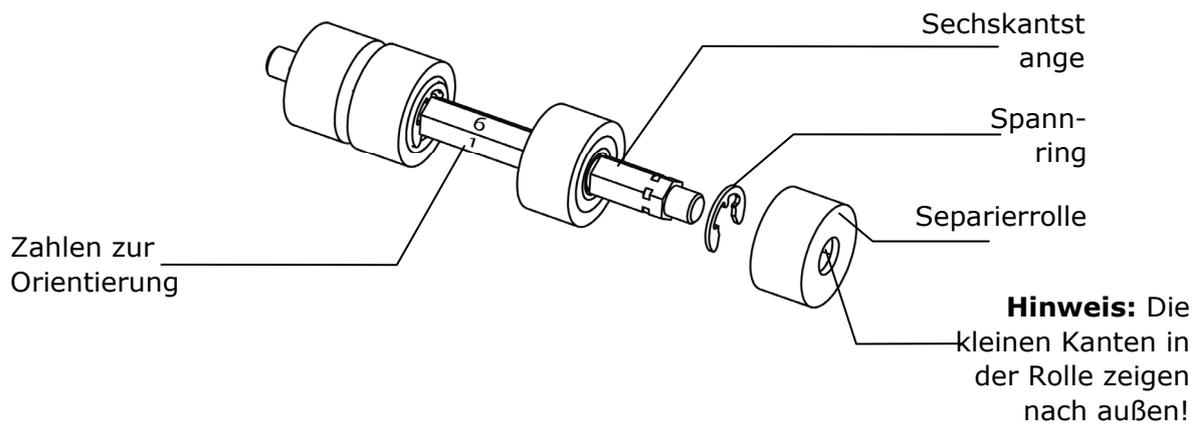

Abbildung 24: Auswechseln oder Ändern der Separierrollen
- Ziehen Sie die äußerste Separierrolle von den einzelnen Sechskantstangen ab (siehe Abbildung 24). Dazu müssen Sie den Klemmring nicht entfernen. Ersetzen Sie die alten Separierrollen durch die neuen Rollen (Ersatzteilnummer für Standardseparierrollen: 4135150X).
Hinweis: Die Separierrollen sind nicht symmetrisch. Beachten Sie, dass die kleinen Kanten in der sechseckigen Öffnung der Grummirolle nach außen zeigen, wenn Sie sie wieder auf die Sechskantstange schieben (siehe Abbildung 24).